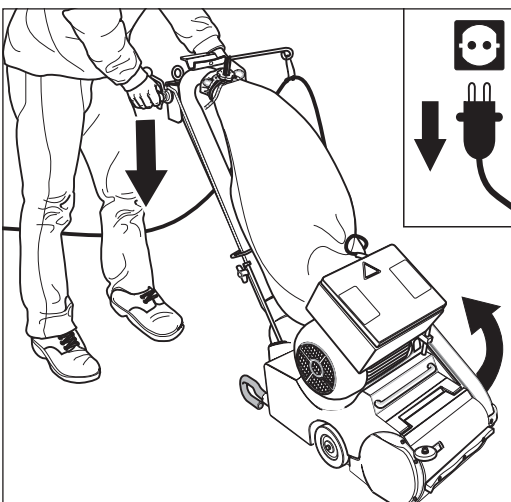
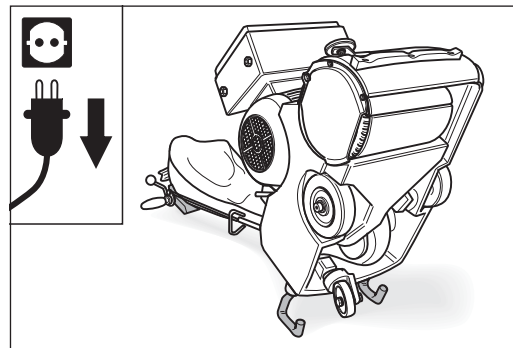

Abb. 28 Den Netzstecker aus der Steckdose ziehen und die Maschine über die Sturzbügel nach hinten kippen.
Abb. 29 Die Maschine vorsichtig auf dem Boden ablegen. **Auf einen sicheren Stand der Maschine achten!**
- 4 Kippen Sie die Maschine über die Sturzbügel nach hinten (Abb. 28) und legen Sie die Maschine vorsichtig auf dem Boden ab (Abb. 29). **Achten Sie auf einen sicheren Stand der Maschine!**